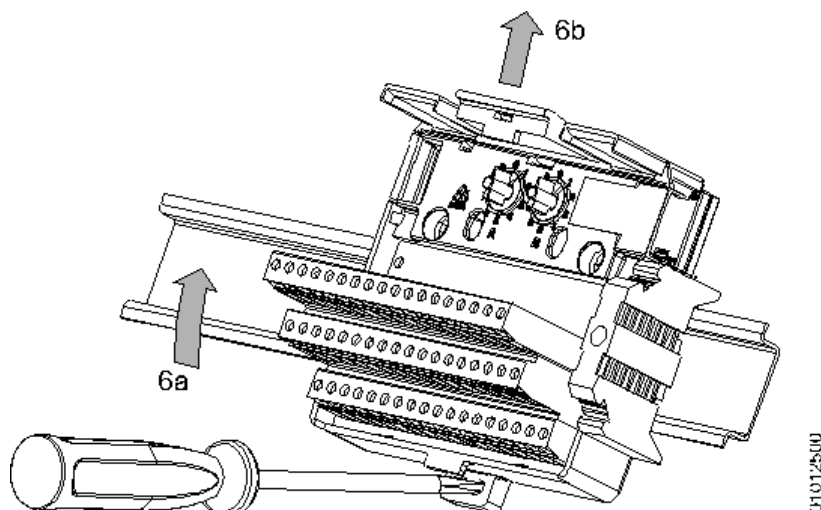

Figura 54: Remoção das bases da Série Ponto
3. Com uma chave de fenda soltar a trava que prende a base ao trilho, girar a base para fora do trilho (6a) e deslizar a base, retirando-a do trilho (6b), conforme Figura 54;